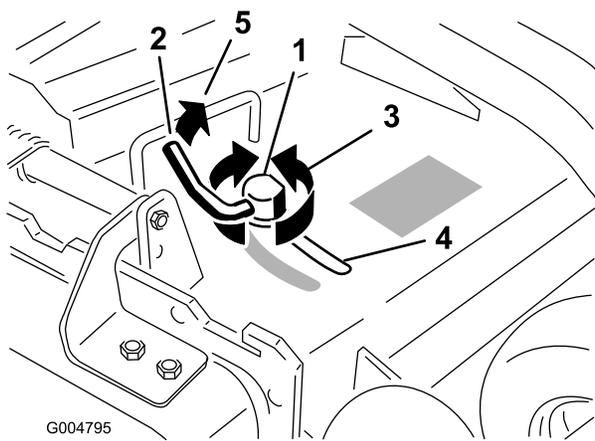

Figure 29
3. Pour régler le verrou à came, soulevez le levier pour desserrer le verrou (Figure 29).
5. Repoussez le levier à sa position d'origine pour serrer le déflecteur et le verrou (Figure 29).